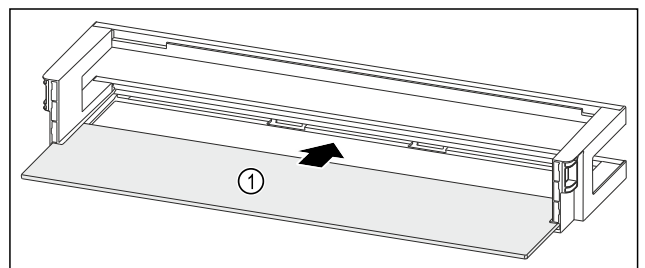

Fig. 148 Türabsteller mit Abstellfläche
- ▶ Abstellfläche Fig. 148 (1) in die seitlichen Aussparungen einschieben.